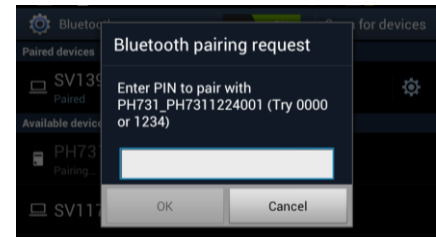

Abbildung 3. Bluetooth-Kopplungsanfrage
2. Geben Sie den Pin-Code des Modells PH731 für die Bluetooth-Kopplungsanfrage ein (Abbildung 3).
4. Das Android-Gerät nimmt dann eine „**Bluetooth-Pairing-Anfrage**“ vor. Siehe Abbildung 3.